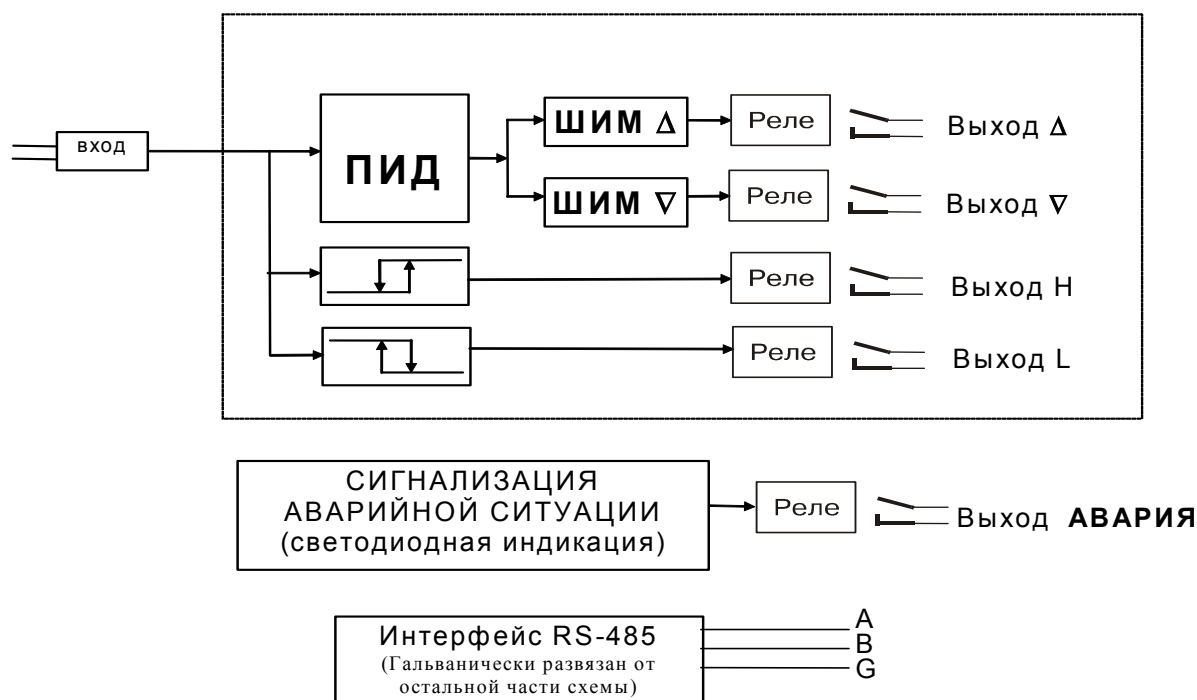

рис.3.1.
3.1.1 Функциональная схема прибора приведена на рис.3.1.
3.4.1 Функциональная схема прибора, представленная на рис. 3.1, реализована программно. Настройка работы функциональных блоков прибора выполняется путем задания параметров. Пользователь управляет работой прибора, изменяя значения параметров.